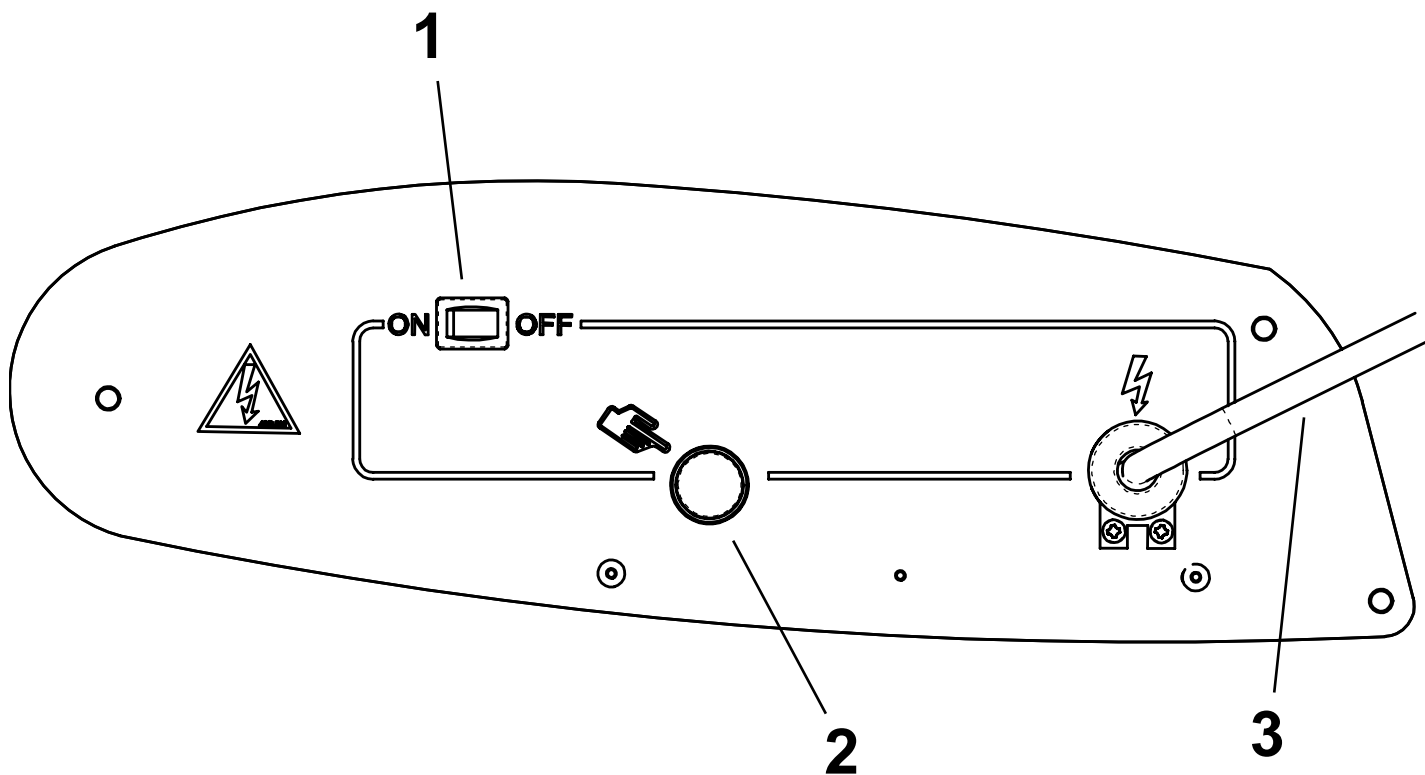

Figure 2
- mettre l'interrupteur 1 (Fig.2) dans la position rapportant le symbole :ON le ventilateur se met en marche et, après quelques secondes, la combustion commence.
Lors de la première mise en service ou après la vidange complète du circuit du gasoil, le flux de gasoil en direction de la buse peut s'avérer insuffisant et causer l'intervention de l'appareillage de contrôle de flamme qui arrête le générateur ; dans ce cas, après avoir attendu environ une minute, appuyer sur le bouton-poussoir de réarmement 2 (Fig.2) et remettre l'appareil en marche.
2. Appuyer sur le bouton-poussoir de réarmement 2 (Fig.2) ;
Pour arrêter l'appareil, il est nécessaire de mettre l'interrupteur 1 (Fig.2) sur "0" . La flamme s'éteint et le ventilateur continue de fonctionner jusqu'à ce que la chambre de combustion soit entièrement refroidie.
Le générateur est équipé d'un appareillage électronique de contrôle de la flamme. En cas de présence d'une ou plusieurs anomalies de fonctionnement, cet appareillage provoque l'arrêt de la machine et l'allumage du témoin du bouton-poussoir de réarmement 2 (Fig. 2).
Un thermostat de surtempérature intervient et provoque la coupure de l'alimentation en gasoil si le générateur se surchauffe : le thermostat se réarme automatiquement lorsque la température de la chambre de combustion diminue et atteint la valeur maximum admise. Avant de remettre le générateur en service, il est nécessaire d'identifier et d'éliminer la cause qui a provoqué la surchauffe (par exemple, une obstruction de la bouche d'aspiration et/ou de refoulement de l'air, un arrêt du ventilateur). Pour remettre la machine en marche, appuyer sur le bouton-poussoir de réarmement 2 (Fig.2) et répéter les instructions spécifiques rapportées au paragraphe "MISE EN SERVICE".
- zet de schakelaar 1 (Fig. 2) in de stand met het symbool: ON de ventilator slaat aan en na enkele seconden wordt de verbranding gestart.
Bij de eerste ingebruikname of nadat alle olie uit het circuit is verwijderd, is de oliestroom uit de straalpijp mogelijk onvoldoende, zodat de vlamregelaar van het toestel ervoor zorgt dat de generator wordt uitgeschakeld; in dat geval wacht u ongeveer een minuut en drukt u vervolgens op de opstartknop 2 (Fig. 2) om het toestel opnieuw op te starten. Als het toestel niet correct werkt gaat u in eerste instantie als volgt te werk:
2. Druk op de opstartknop 2 (Fig. 2);
Om het toestel uit te schakelen dient u schakelaar 1 (Fig. 2) in de stand "0". De vlam gaat uit en de ventilator blijft werken tot de verbrandingskamer volledig is afgekoeld.
De generator is voorzien van een elektronisch instrument ter besturing van de vlam. Als er zich afwijkingen in de werking voordoen zorgt dit instrument ervoor dat het toestel wordt uitgeschakeld en de opstartknop 2 (Fig. 2) wordt geactiveerd. Er wordt een oververhittingsthermostaat geactiveerd die ervoor zorgt dat de olietoevoer wordt onderbroken als de generator oververhit raakt: de thermostaat wordt automatisch opnieuw ingesteld zodra de temperatuur van de verbrandingskamer tot onder het toegestane maximum is gedaald.